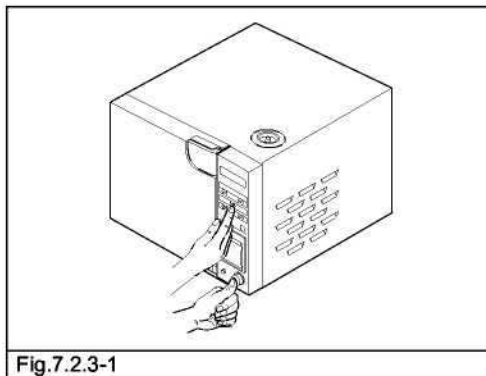

Fig.7.2.3-1
- нажмите кнопку **START/STOP** одновременно с кнопкой **POWER** (Fig. 7.2.3-1).